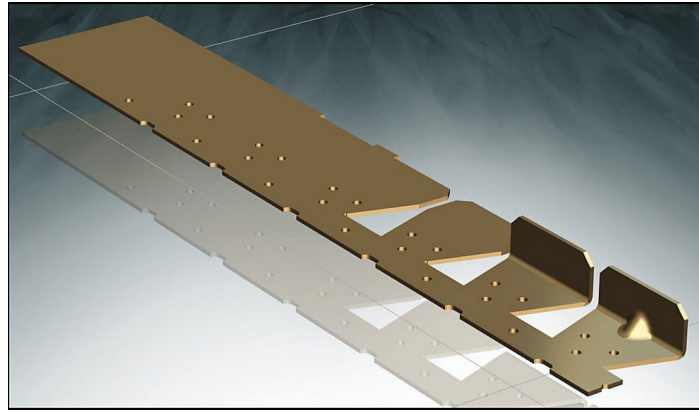

Рис. 3.6. Однорядный раскрой с боковой перемычкой
Для деталей, получаемых гибкой, обычно используют однорядный или двурядный раскрой (рис. 3.6–3.9).
- боковая перемычка (обычно применяется для однорядного раскроя) (рис. 3.6);